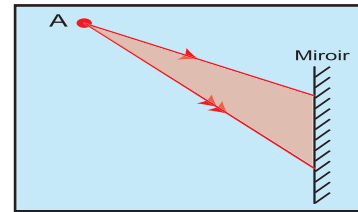

Fig .15
- 3-** On considère le faisceau lumineux issu d'un point source A représenté sur la figure 15. Ce faisceau rencontre un miroir (M) vertical.